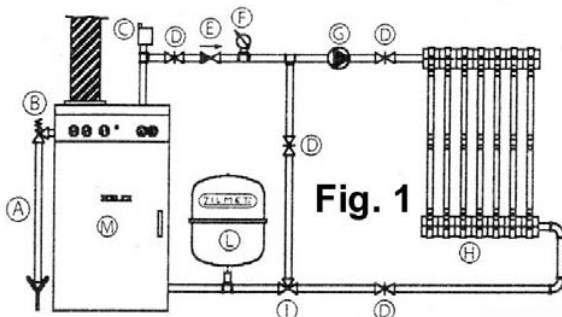

Fig. 1
- în instalații închise de încălzire, pe conducta de retur (Fig.1).